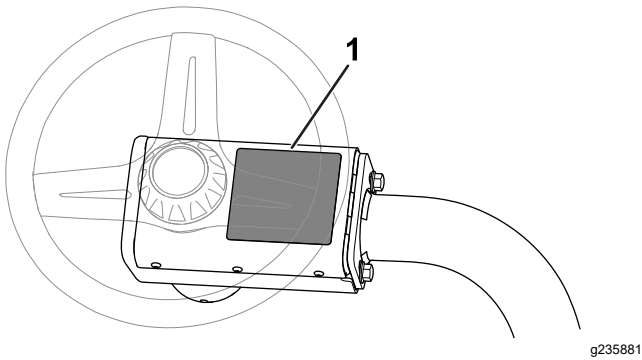

Figura 14
- **Pegatina de advertencia CE:** Aplique la pegatina de advertencia CE (Pieza N° 139-8321) sobre la pegatina de advertencia existente (Pieza N° 139-8320) en la cubierta del volante; consulte la Figura 14.